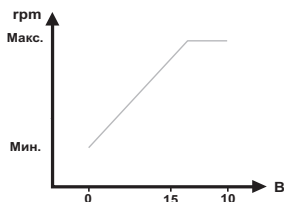

Рис. 13 Зависимость скорости насоса от установленного значения сигнала 4–20 мА
1) Когда насос находится под управлением внешнего сигнала 4–20 мА, его рабочее состояние изменяется на основе диапазона уровней входного сигнала. График зависимости скорости насоса от установленного значения сигнала 0–10 В приведен на рис. 13